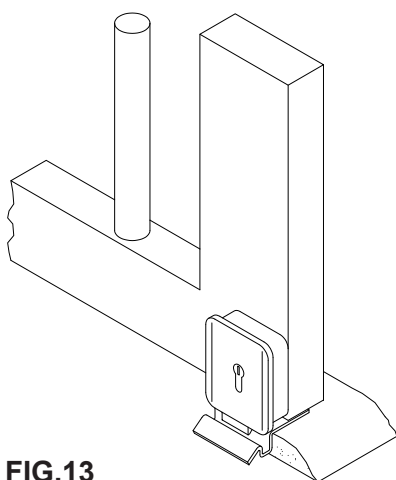

FIG.13
- Il TEN1 è reversibile, quindi richiede un'elettroserratura. Nelle FIG. 13 e 14 sono raffigurati due esempi d'installazione più comuni. Si raccomanda di rispettare tassativamente le quote riportate in dette figure. **Eseguire tutti i cablaggi come riportato nel manuale E124.**
- Le TEN1 est réversible, il nécessite par conséquent une serrure électrique. Les FIG. 13 et 14 illustrent deux exemples d'installation les plus courants. Nous recommandons de respecter impérativement les mesures indiquées dans les figures susdites. **Effectuer tous les câblages suivant les indications du notice d'instructions E124.**
- El TEN1 es reversible, por consiguiente, requiere una electrocerradura. En las FIGS. 13 y 14 se muestran dos ejemplos de instalación más comunes. Se recomienda respetar las medidas indicadas en dichas figuras. **Pase todos los cables tal como indicado en el manual E124.**
- The TEN1 is reversible and therefore requires an electric lock. Figs. 13 and 14 show two examples of common installations. It is most important to observe the distances indicated in these figures. **Carry out all the wiring work as described in the manual E124.**
- De TEN1 behoort tot het omkeerbare type en vereist dus een elektrisch slot. Op afb. 13 en 14 vindt u een voorbeeld van de twee meeste voorkomende manieren van installatie. Wij raden u aan de op deze afbeeldingen aangegeven waarden nauwgezet in acht te nemen. **Voer de bekabeling uit zoals dat in handleiding E124 is aangegeven.**